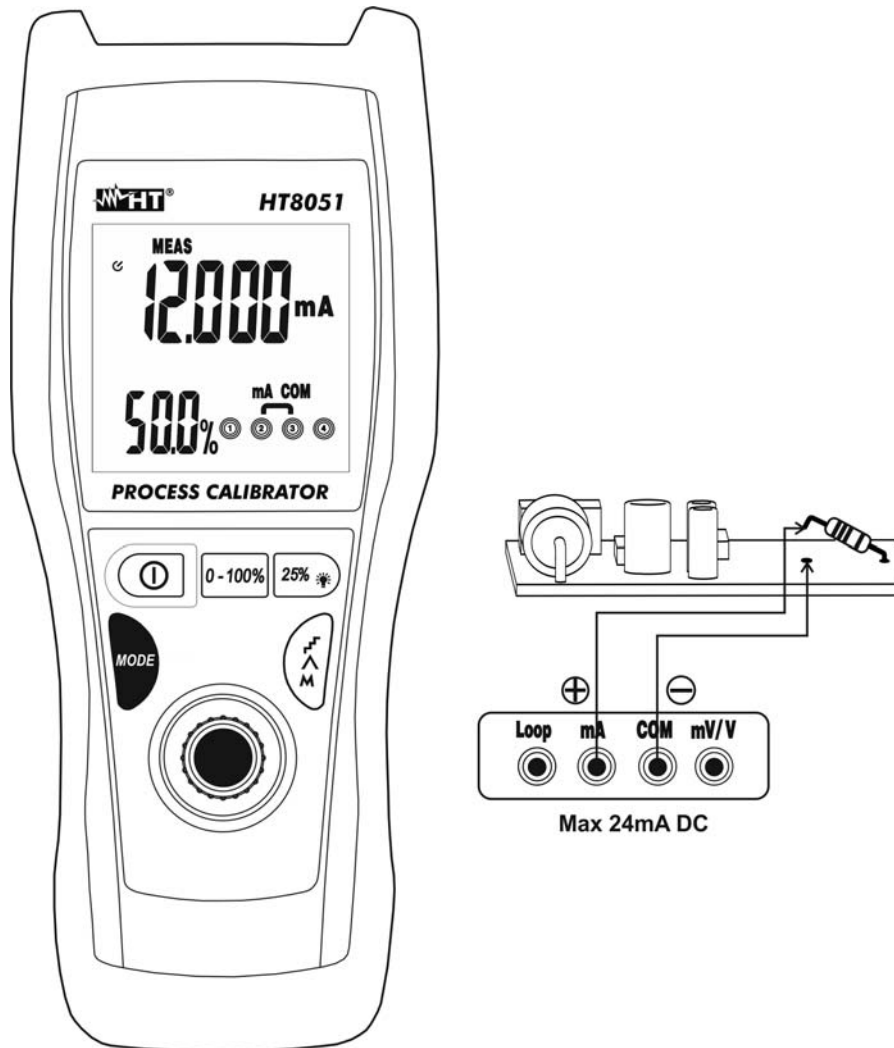

Abb. 5: DC Strommessung
4. Schalten Sie die grün und die schwarze Messleitung in Reihe mit dem Kreis, dessen Strom Sie messen möchten, und dabei achten Sie auf die Strompolarität und -richtung (siehe Abb. 5)
6. Die "-OL"-Meldung gibt an, dass der zu messende Strom den maximalen Wert, der mit dem Gerät gemessen werden kann, überschreitet. Das Instrument führen keine Spannungsmessungen mit entgegengesetzter Polarität gegenüber dem Anschlußteil in Abb. 5. Der Wert "0.000" wird im Display angezeigt.